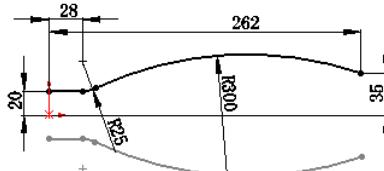

图 6.15.4 草图 2
(5) 单击  按钮, 完成点 1 的创建。
Step4. 创建图 6.15.4 所示的草图 2。
(1) 选择下拉菜单 **插入(I)** → **草图绘制** 命令, 进入草图绘制环境。
(2) 选取前视基准面作为草图基准面, 绘制图 6.15.4 所示的草图 2。